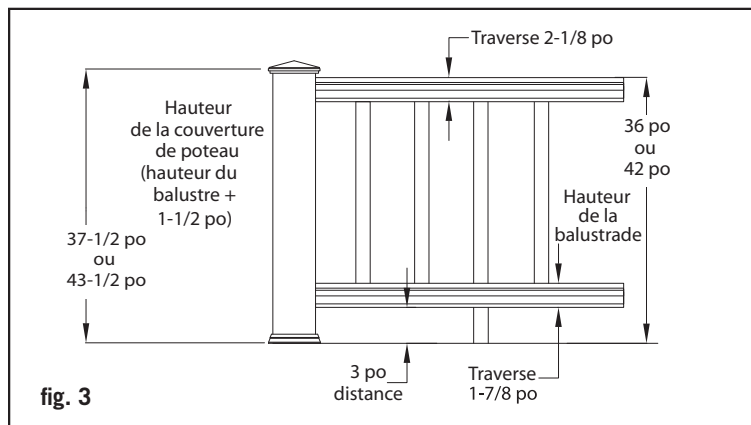

fig. 3
Étape 5 : Taillez les manchons de poteaux 4x4 pour la longueur. Les manchons de poteaux devraient être d'au moins 1-1/2 po plus longs que la hauteur de la traverse pour accommoder un capuchon de poteau (fig. 3). Exemple – pour une traverse de 36 po de haut, taillez le manchon à au moins 37-1/2 po, mais peut être plus long si vous le désirez. Glissez un manchon de poteau taillé sur chaque poteau de traverse de 4x4. Glissez une garniture de base de poteau sur chaque manchon de poteau.
Étape 8 : Assemblez la traverse inférieure et l'assemblage du bloc de support. Il faut un bloc de support à tous les 2 pi de centre-à-centre. Vérifiez les exigences du code de la construction pour l'espacement maximum entre la surface de la terrasse et le bas de la traverse (balayage). Un espacement de 3 po est recommandé, mais peut être plus ou moins si les codes le permettent (fig. 3). Taillez les blocs de support à la hauteur voulue et pré-percez des trous de 1/8 po au bon endroit. Les trous devraient être centrés sur la traverse inférieure pour que les blocs de support s'ajustent correctement. Utilisez les raccords de blocs de support et attachez les blocs de supports sous la traverse inférieure.
Étape 11 : Calculez la longueur des balustres (fig. 3). La Fig. 3 montre comment une balustrade de 36 po devrait être dimensionnée. En commençant avec une distance de 3 po au bas + 2 po à partir du pied de la balustrade + des balustres d'une hauteur de 29 po + 2 po pour la rampe de dessus = une balustrade d'une hauteur de 36 po. Si ce sont les dimensions que vous utiliserez, coupez des balustres d'une longueur de 29 po en utilisant une ébouteuse ou une scie à onglet. Coupez des balustres de 35 po pour une balustrade de 42 po de hauteur. Si vous voulez que votre balustrade soit d'une hauteur différente, référez-vous à la fig.3 comme outil de planification afin de déterminer la hauteur dont vous couperez les manchons de poteaux et les balustres. **Note : Utilisez un porte-pièce afin de vous assurer d'une longueur constante (+/- 1/16 po).** Taillez les balustres de la bonne longueur. Placez les balustres dans chaque embout de balustrade. Tapez doucement sur les balustres avec un maillet en caoutchouc afin d'éliminer tout espacement possible. Nivelez d'un bout à l'autre.